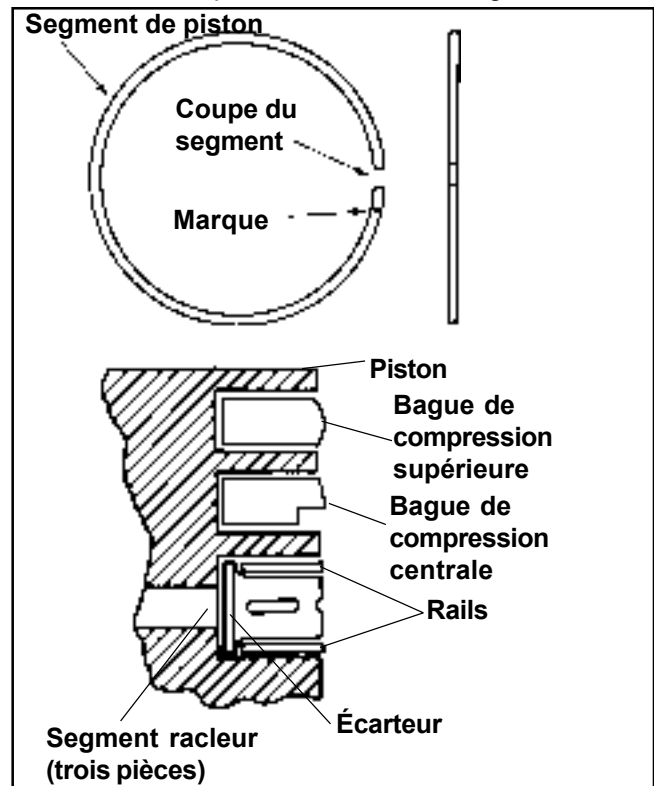

**Figure 9-14. Mesure du jeu latéral du segment de piston.**
4. Une fois les nouveaux segments de compression (du haut et du centre) installés sur le piston, contrôler le jeu entre le piston et le côté du segment. Le jeu latéral maximal recommandé pour chaque segment est de **0,04 mm (0.0016 in.)**. Si le jeu latéral est supérieur, un nouveau piston **doit** être utilisé. Se référer à la Figure 9-14.